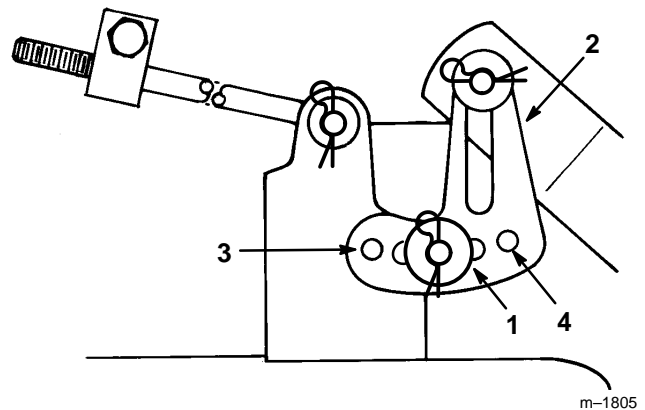

Figure 47
5. Retirer d'une des pattes de mise à niveau la goupille épingle et la rondelle (Fig. 47). Pour corriger l'horizontalité transversale, fixer le support de tondeuse dans un autre trou du support de mise à niveau, à l'aide de la rondelle et de la goupille épingle (Fig. 47). Utiliser un trou plus en avant pour réduire la hauteur de la lame, ou un trou plus en arrière pour l'augmenter. Répéter ces opérations de l'autre côté du plateau de tonte.